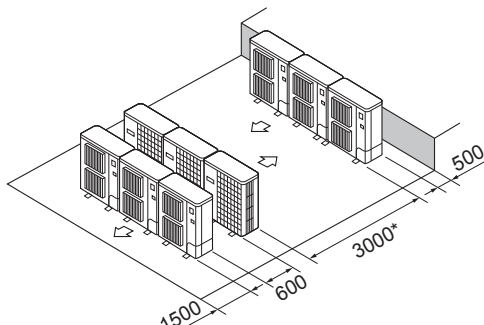

Fig. 2-14
- ⑥ Расположение приборов в несколько горизонтальных рядов (Fig. 2-14)